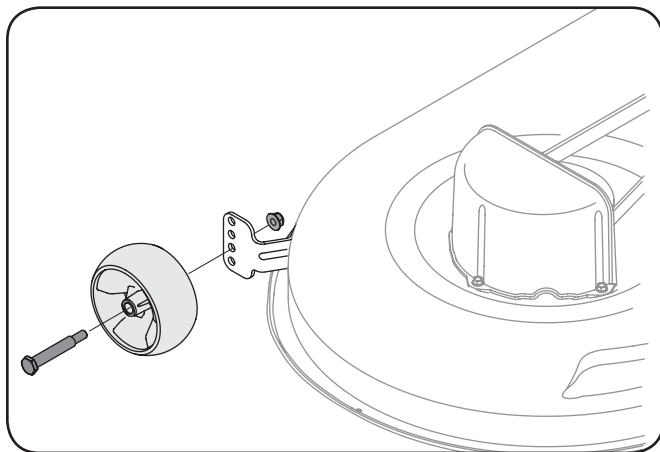

Figura 3-7
- b. Extraiga las ruedas de calibración retirando las tuercas de sujeción y los tornillos con reborde que las ajustan a la plataforma. Vea la Figura 3-7.